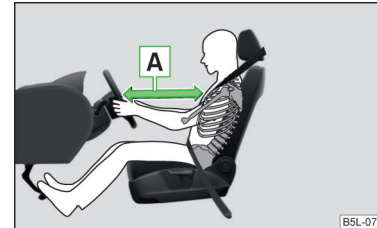

Abb. 9
- Für den Fahrer und Beifahrer ist es wichtig, einen Abstand von mindestens 25 cm zum Lenkrad bzw. zur Schalttafel einzuhalten » **Abb. 9 - A**. Wenn Sie diesen Abstand nicht einhalten, kann Sie das Airbag-System nicht schützen - Lebensgefahr! Außerdem müssen die Vordersitze und die Kopfstützen immer der Körpergröße entsprechend richtig eingestellt sein.